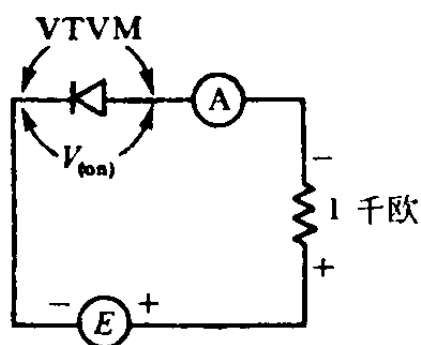

图 1-6
5. 连接图 1-6 的电路。请注意二极管现在是正向偏置（不要给二极管加热）。增加电压（每次小量地增加），并记录对应于每一电子管电压表读数（不是电源电压）